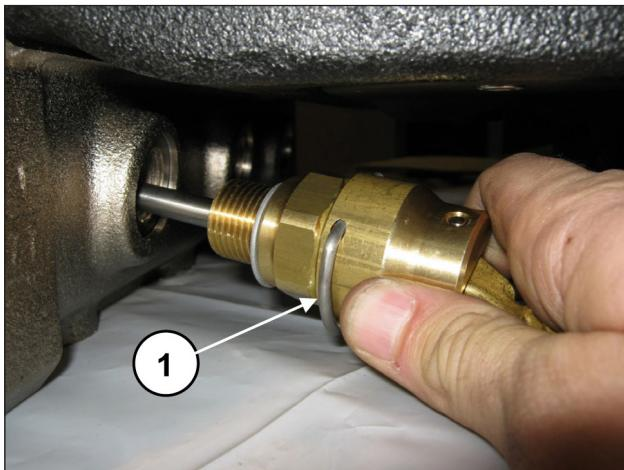
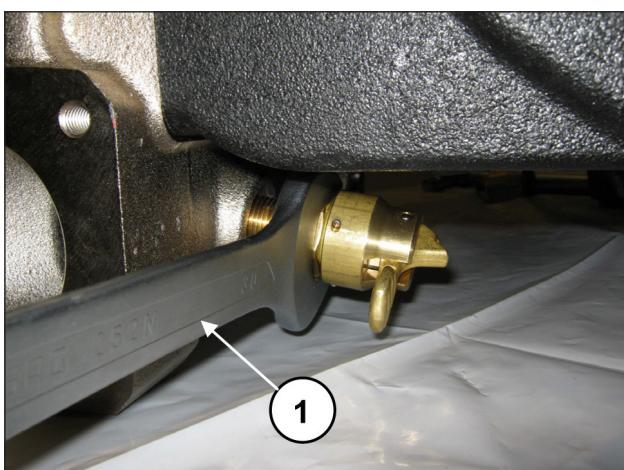

Рис. 166
Рис. 167
Откалибруйте винты M18x50 и M16x45 крышек узлов всасывания и нагнетания динамометрическим ключом, как указано в разделе 3 «МОМЕНТЫ ЗАТЯЖКИ ВИНТОВ». Установите устройства открывания клапанов (поз. ①, Рис. 166) и прикрутите их с помощью ключа на 30 мм (поз. ①, Рис. 167).